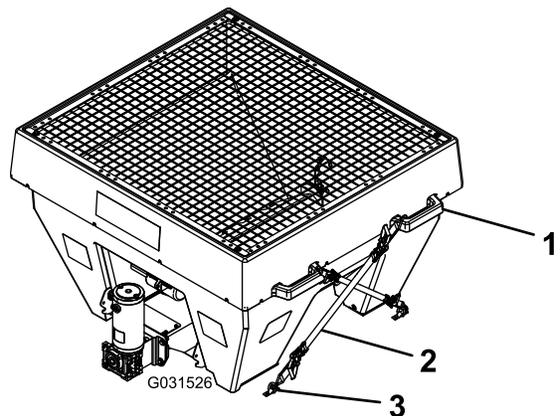

Figure 8
1. Attachez les sangles à cliquet aux poignées de levage situées sur le bord supérieur de l'épandeur (Figure 8).
2. Attachez les extrémités libres des sangles à cliquet aux anneaux en D situés devant elles de chaque côté de l'épandeur (Figure 8).